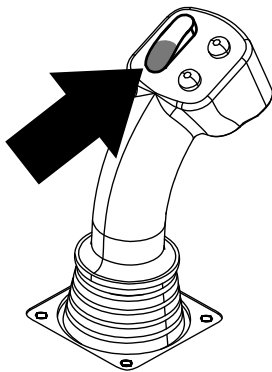

Рисунок 30
5. Удерживайте нижнюю часть перекидного переключателя (Рисунок 30) до тех пор, пока кулачковый механизм не повернется до упора вперед к стеллажу и подъемники не поднимут оставшуюся трубу в ящик для труб (Рисунок 31).